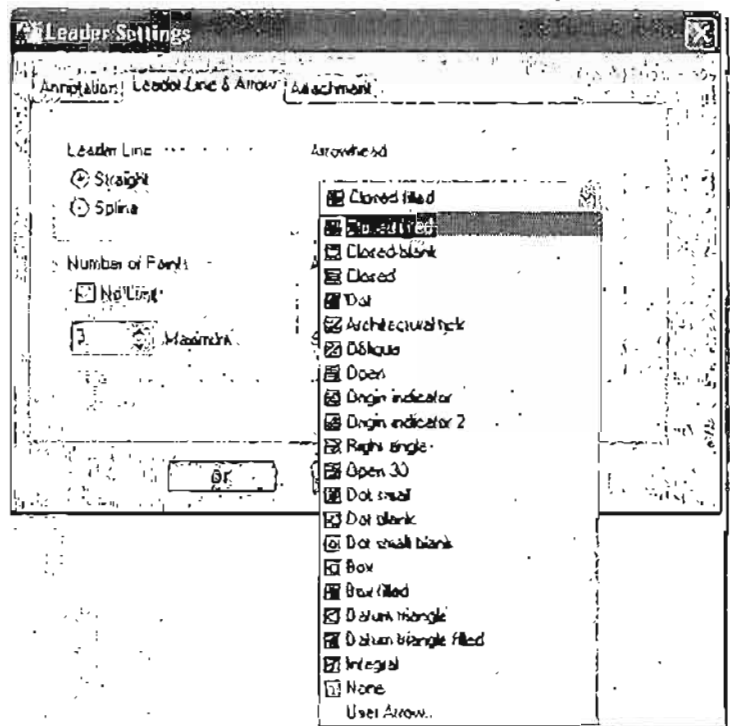
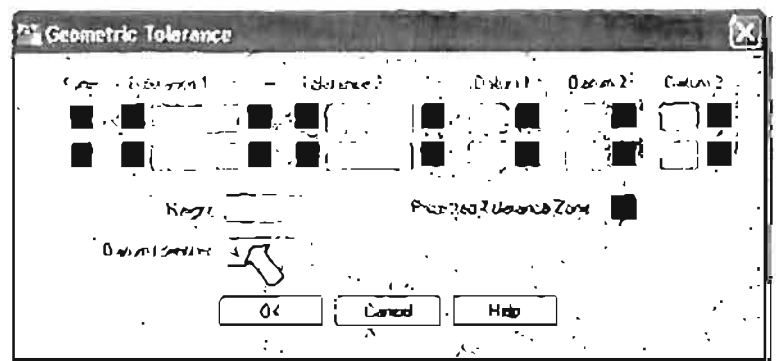
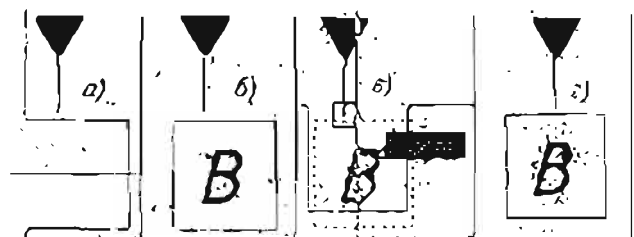

Рис. 11.38. Тип стрелки в начале линии-выноски
Рис. 11.51. Диалоговое окно Geometric Tolerance
Рис. 11.52. Вычерчивание обозначения базы
**Arrowhead (Стрелка):** В раскрывающемся меню можно выбрать тип стрелки в начале линии-выноски (рис. 11.38).
В области **Arrowhead (Стрелка)** выберите из раскрывающегося списка (см. рис. 11.38) изображение стрелки **Closed filled (Заполненная замкнутая)**.
Щелкните иконку **↵** Quick Leader (Быстрая выноска), на панели инструментной Dimension. Нажмите клавишу <Enter> для вызова диалогового окна Leader Settings. На вкладке Annotation (Пояснение) установите переключатель Tolerance (Допуск). На вкладке Leader line & arrow (Выноска и стрелка) в области Leader line (Линия выноски) установите переключатель Straight (Поманая) для построения выноски из отрезков. В области Number of points (Количество точек) введите значение 2. В области Arrowhead (Стрелка) выберите из раскрывающегося списка (см. рис. 11.38) изображение базы (Datum triangle filled). Укажите первую точку выноски (из которой будет формироваться треугольничек). Отведите курсор влево (или вправо), следя за появлением треугольничка (он формируется только при достаточной длине выноски). Укажите вторую точку выноски (где будет формироваться прямоугольник с буквенным обозначением). Появится диалоговое окно Geometric Tolerance (Геометрические допуски). В поле Datum identifier (Идентификатор базы) введите букву обозначения базы (рис. 11.51).
Для вычерчивания прямоугольной рамки с буквенным обозначением щелкните иконку **↵** Tolerance (Допуск) на панели инструментов Dimension. Появится диалоговое окно Geometric Tolerance (Геометрические допуски). В поле Datum identifier (Идентификатор базы) введите букву обозначения базы (см. рис. 11.51). Укажите точку вставки прямоугольной рамки с буквенным обозначением (рис. 11.52, а). Будет начерчена рамка с обозначением базы (рис. 11.52, б). Перенесите ее до совмещения с концом выноски (рис. 11.52, в, г).
Буквенное обозначение можно изменять с помощью палитры свойств (рис. 11.53). Щелкните в поле Text override. Нажмите появившуюся кнопку с тремя точками. Появится диалоговое окно Geometric Tolerance. В поле Datum identifier введите новую букву обозначения базы (см. рис. 11.51). С помощью палитры свойств можно изменить высоту букв (Text height) и текстовый стиль (Text style) (см. рис. 11.53).
Щелкните кнопку  Tolerance (Допуск). Появится диалоговое окно Geometric Tolerance (Допуски формы и расположения) (см. рис. 11.51).